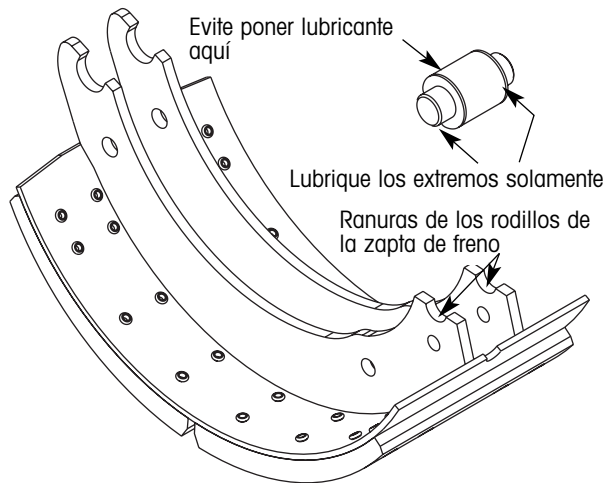

Figura 30. Aplicando lubricante a los rodillos de las zapatas de freno y las ranuras.
8. En la zapata de frenos, lubrique las ranuras de los rodillos de las zapatas de frenos (figura 30).
IMPORTANTE: El lubricante es solo necesario en los extremos de los rodillos de las zapatas de freno. Evite colocar lubricante en la sección media de los rodillos donde hacen contacto con la leva-S (figura 30).
2. En la zapata de freno, lubrique las ranuras de los rodillos de las zapatas de frenos (figura 30).